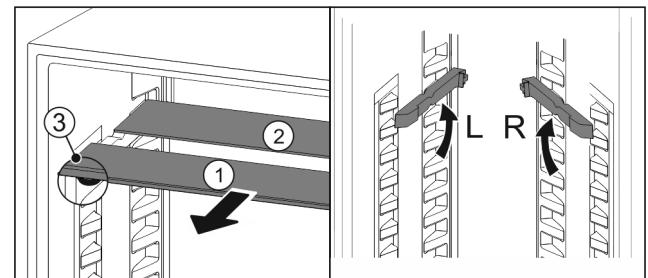

Fig. 33
- Vytiahnite sklené dosky jednotlivo dopredu Fig. 33 (1).
- Sklená doska Fig. 33 (1) s ozdobou lištou leží vpred.
- Zarážky Fig. 33 (3) ukazujú nadol.